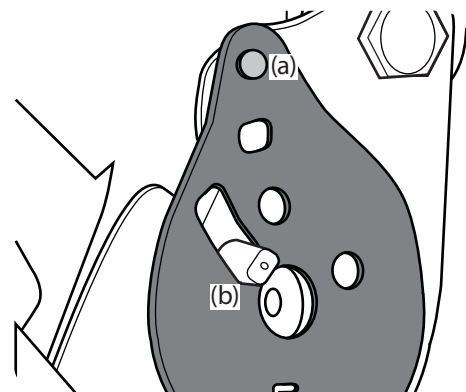

Figure 2-11
7. Poussez le siège complètement vers l'avant. Remplacez la plaque de réglage et insérez le goujon (a) et la goupille (b) dans la plaque de réglage comme indiqué à la Figure 2-11.